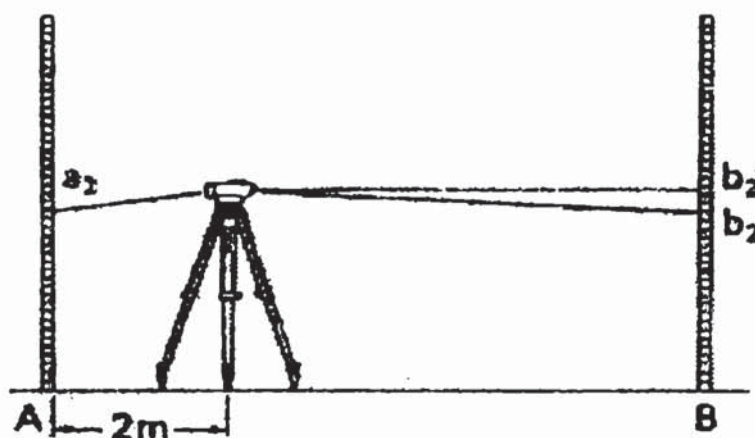

Рис. 7.6
- 2) Установите прибор на расстоянии 2 м от точки А. Возьмите отсчеты  $a_2$  и  $b_2$  (рис. 7.6).